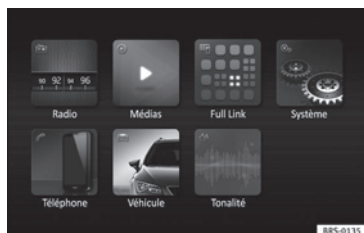

Fig. 46 Easy Connect : Menu principal.
- Appuyez sur la touche **MENU** / du système d'infodivertissement puis sur la touche de fonction **Véhicule** » **fig. 46** ou sur la touche »